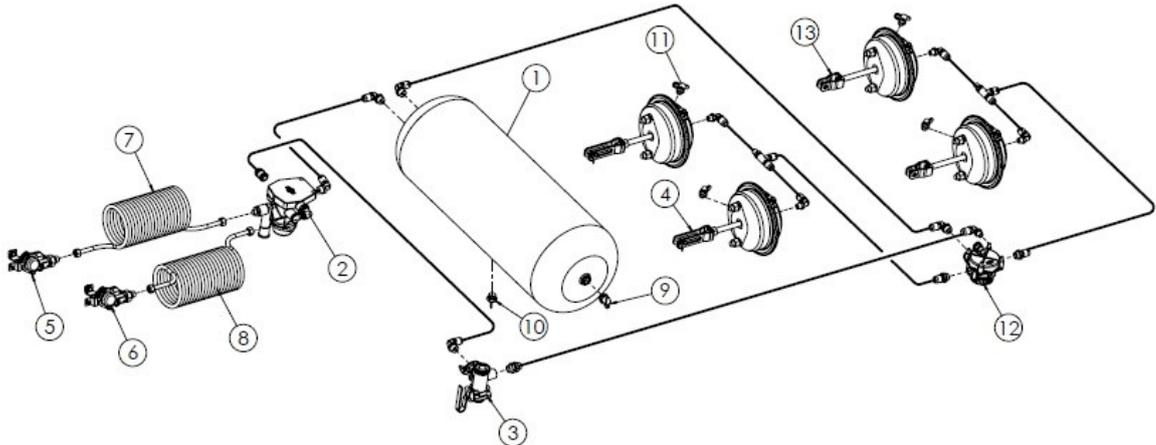

Abbildung 8. 2-Leitungsdruckluftbremsanlage
- - pneumatische Zweileitungsinstallation (Abbildung 8),